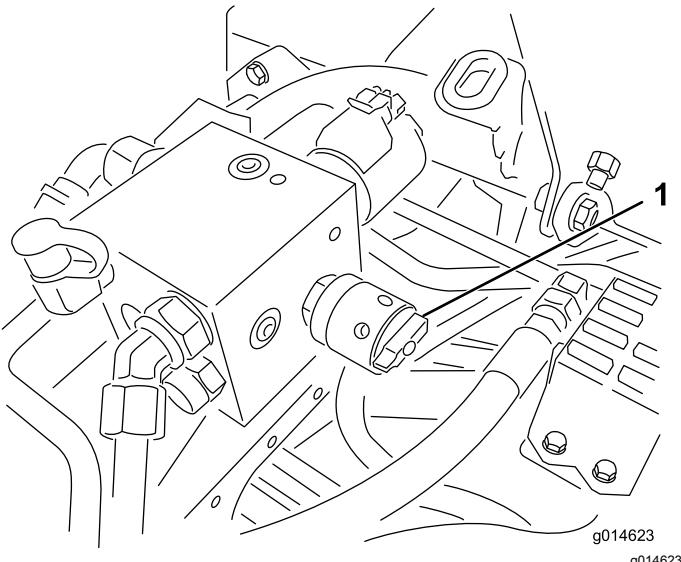

Bild 35
- Drehen Sie zum Einstellen der Spindeldrehzahl das Handrad (Bild 35), bis die Zeiger auf die Nummer zeigen, die der gewünschten Einstellung entspricht.